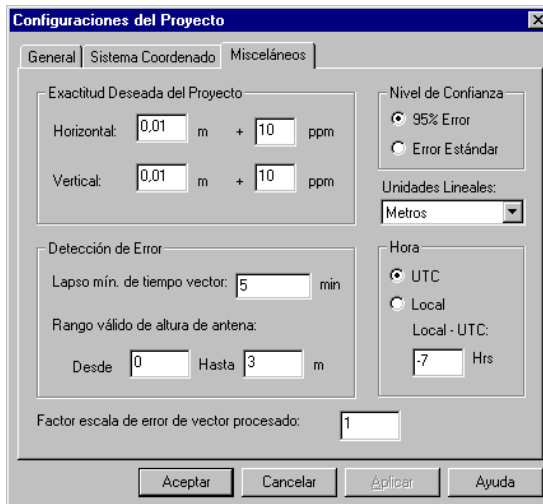

Figura 13.3. Proyecto Nuevo - Misceláneos
8. Cambie a **Misceláneos** (Figura 13.3).